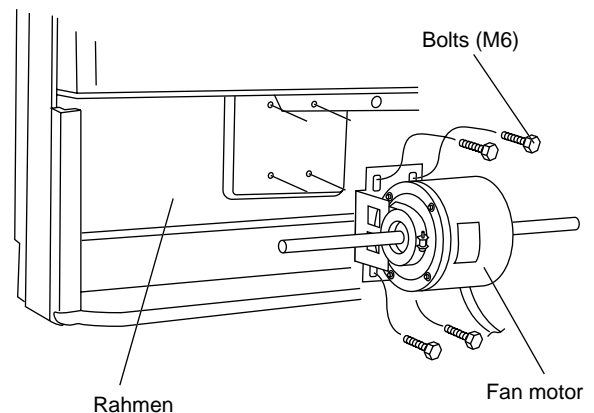

Fig.15
- (4) Entfernen Sie die 4 Bolzen, um den Ventilatormotor aus dem Rahmen zu nehmen (Abb. 15)